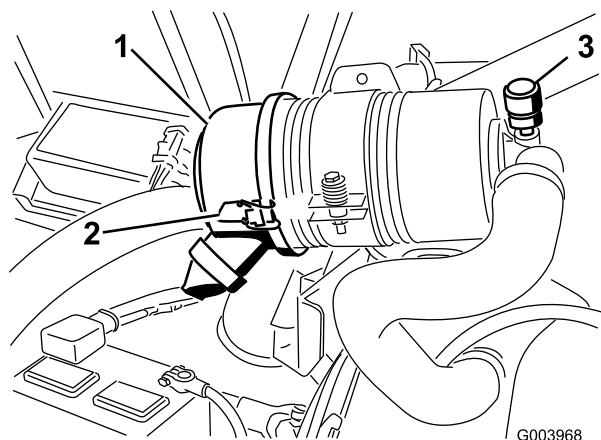

図 59
エア・クリーナの整備はインジケータ（図 59）が赤色になってから行ってください。早めに整備を行っても意味がありません。むしろフィルタを外したときにエンジン内部に異物を入れてしまう危険が大きくなります。
1. エア・クリーナのカバーをボディーに固定しているラッチを外す（図 59）。